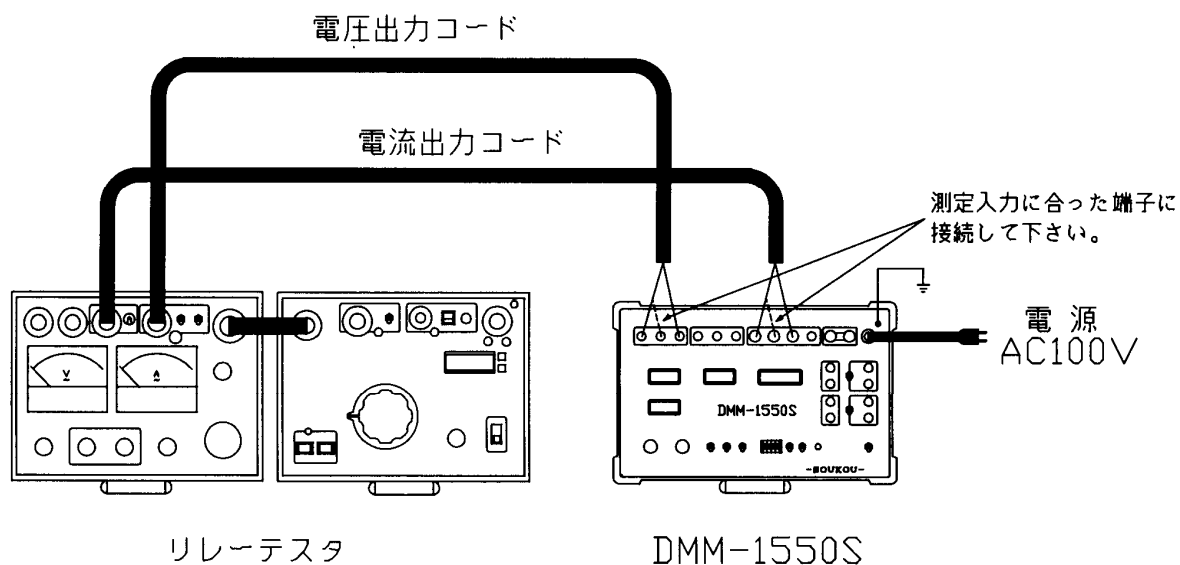

図4：位相の測定
4. 電圧入力端子に電圧要素のコードを接続して下さい。（図4参照）
7. 電流入力端子に電流要素のコードを接続して下さい。（図4参照）